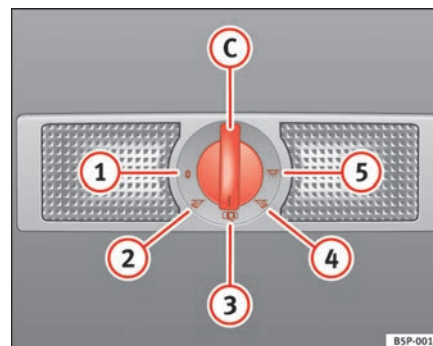

Abb. 76 Innenleuchte ▶
- In Schalterstellung ① ⇒ Seite 117, Abb. 76 sind die Innen- und Leseleuchten ausgeschaltet.